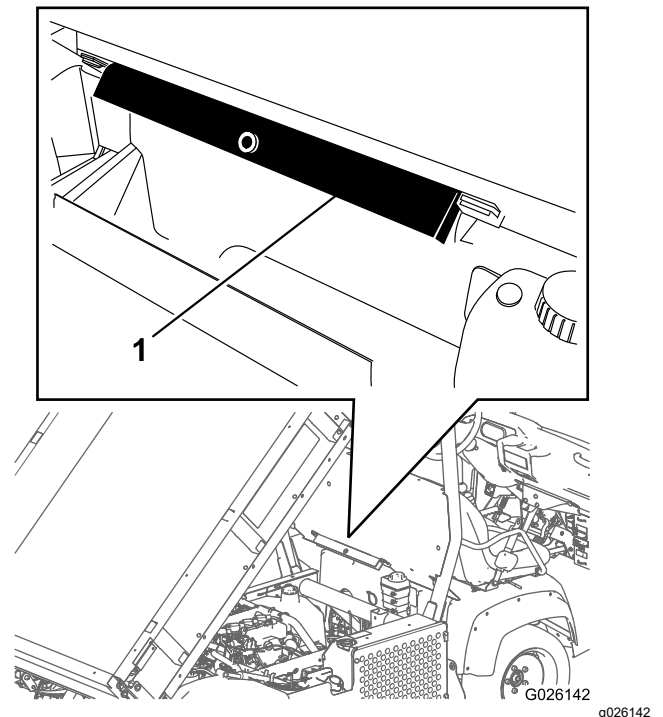

Figure 21
2. Sortez la béquille de sécurité des supports de rangement au dos du panneau du système ROPS (Figure 21).